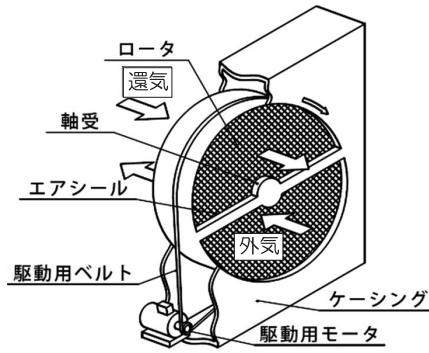

図3-21 回転式全熱交換器
- 吸湿効果のある素材を円盤状に成型したロータを回転させ、室内からの排気（還気）と外気を通過させます。（図3-21参照）